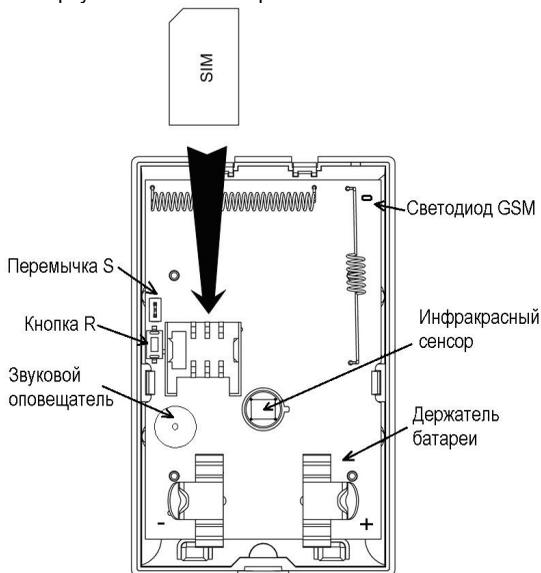

Рис.5 Установка SIM карты
Внимание! При работе с сигнализатором не касайтесь пальцами линзы инфракрасного приемника (см. рис.5). Это может снизить дальность обнаружения.
1. Установите SIM карту как показано на рис. 5